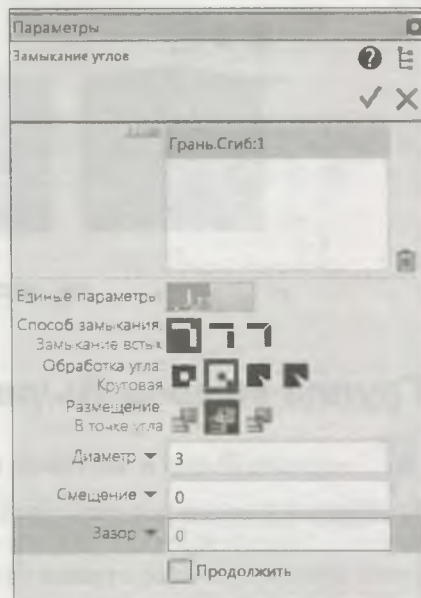

Рис. 29.26. Панель **Параметры: Замыкание углов**
- ◆ ЛК мыши укажите торцевые грани сгиба — на экране боковые грани смежных углов выделяются зеленым цветом, а на панели **Параметры: Замыкание углов** (рис. 29.26) в окне **Углы** появятся названия выбранных углов и элементы настройки замыкания: